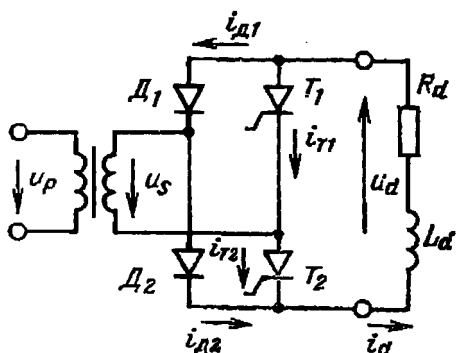

Рис. 11. Полууправляемый выпрямитель со схемой 1Ф2Н2П
16. В полупроводниковой мостовой схеме, показанной на рис. 11, $\alpha = 60^\circ$, $U_s = 100$ В, $R_d = 1$ Ом, $L_d \approx \infty$. Трансформатор и вентили идеальные. Постройте кривые токов диодов и тиристоров. Определите средние и действующие значения этих токов.